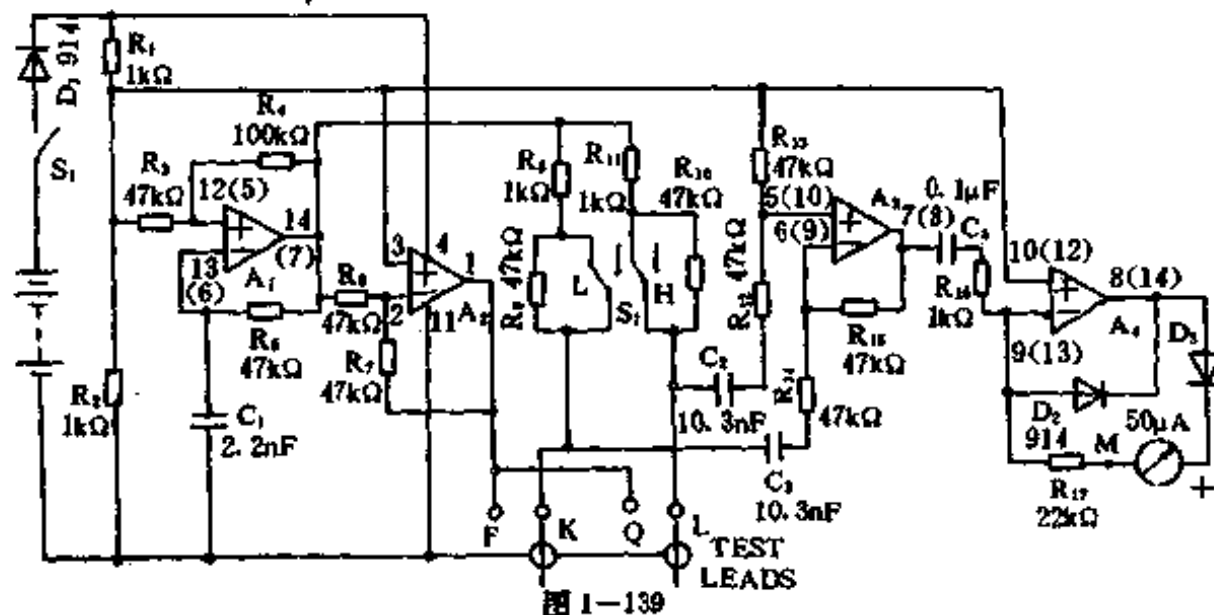

图1-139
**电路说明** 电路图如图1-139所示,其核心为一四级JFET输入型运放TL074(从 $A_1$ 至 $A_4$ ),使用两节9V电池进行串联供电,能够测试一些“高压”型元件—如12V和15V稳压器,急剧短路保护器等等。但应注意:在18V供电时,在“LOW”量程,本检测器对所测试的元件的驱动电流为17mA,这可能会损坏有些元件,为此电路设置为“HI”量程档位。